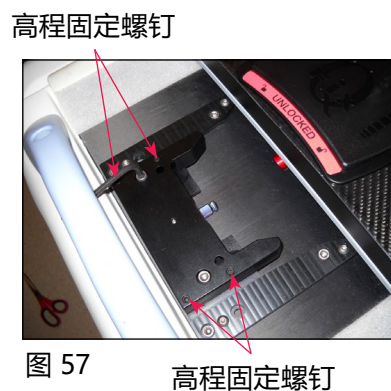

图 57
b. 使用 (4) 高程固定螺钉 (可在安装块找到) 通过 $\frac{1}{8}$ 英寸艾伦扳手 (已提供) 调整安装块的高度 (图 57)。